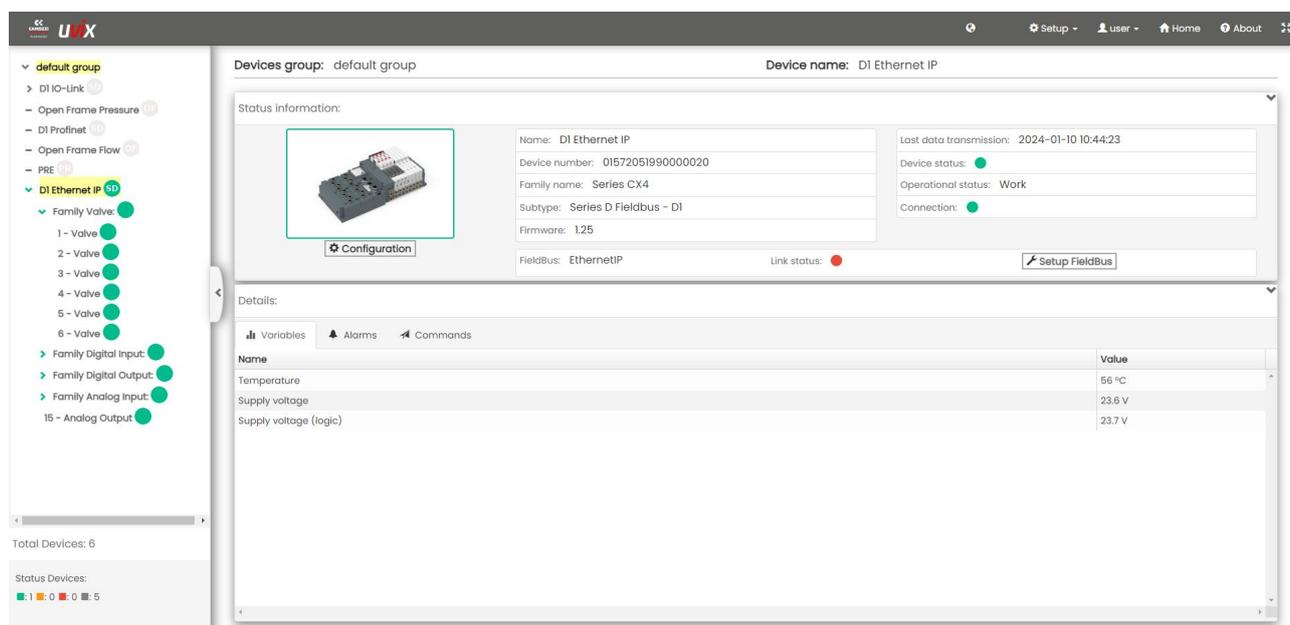

Figura 6.36: Finestra Variables
- Variables: Visualizza le variabili inviate dal dispositivo (Figura 6.36).